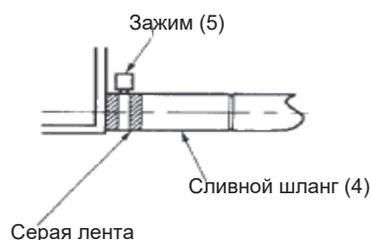

Рис. 11
- До конца вставить сливной шланг в сливное отверстие. Затянуть зажим в пределах серой ленты; головка винта при этом должна выступать не более, чем на 4 мм от поверхности шланга (см. рис. 11 и 12).